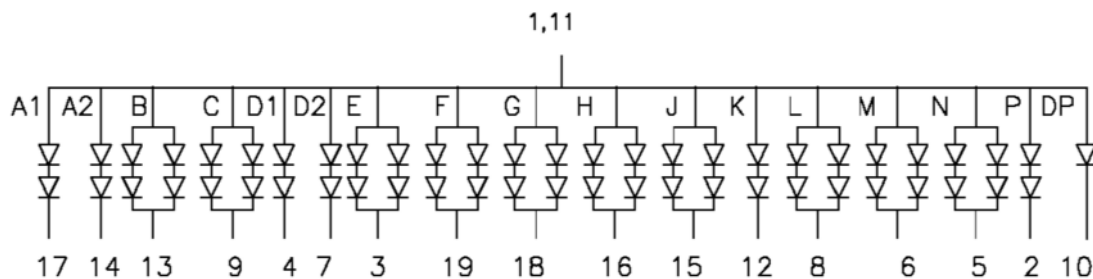

Abb. 4 Eine 16-Segment-Anzeige
13. Kann die in Abb. 4 gezeigte 16-Segment-LED-Anzeige mit 5 V Speisespannung sicher betrieben werden? (Kurze Begründung.) Wie hoch müsste die Speisespannung mindestens sein?